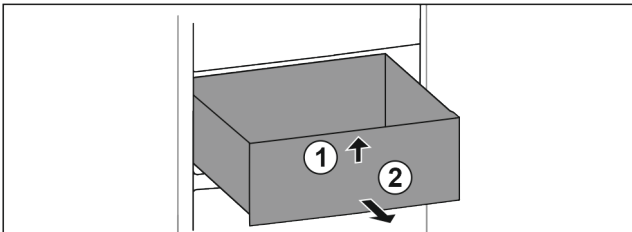

Fig. 81
- Sollevare il cassetto dal davanti. Fig. 81 (1)
- Rimuovere il cassetto tirandolo in avanti. Fig. 81 (2)